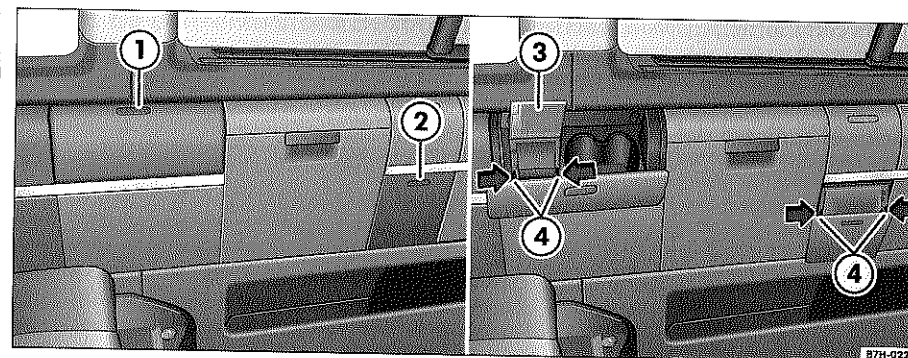

Fig. 83 Ceniceros en el guarnecido lateral central
- Presione la tapa del cenicero ⇒ fig. 83 (2). Se abre automáticamente.
- Presione la cubierta del portabebidas ⇒ página 95, fig. 83 ①. Se abre automáticamente.
- Presione la tapa del cenicero ③. La tapa se abre automáticamente.